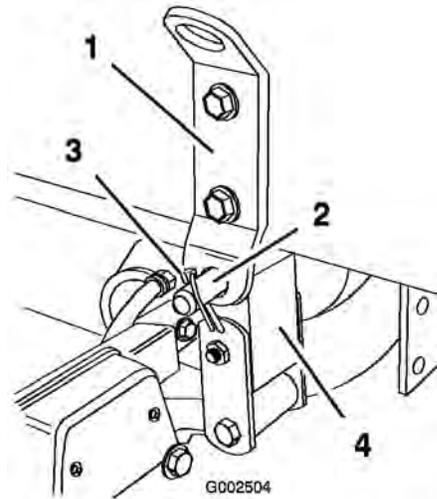

Figura 19
- Alinee el soporte de pivote situado en la parte trasera del conjunto del patín del depósito con el hueco situado en el extremo del bastidor del vehículo (Figura 19).